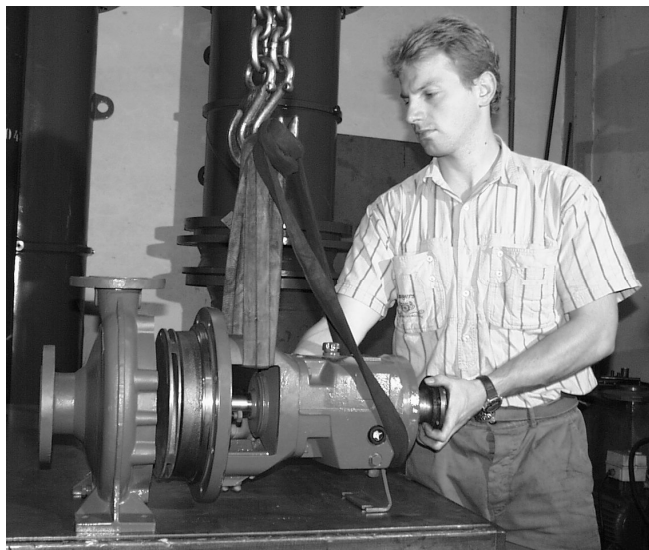

fig. 9
- Destornille las uniones de todas las tuberías de limpieza y refrigeración de agua y drene el aceite lubricante del soporte de cojinete (330) mediante el tapón atornillado (903.51).
- Afloje los tornillos del pie de apoyo (183) y sepárelo del armazón de base.
- Cuelgue el conjunto extraíble en un dispositivo elevador, para que no descienda ni presione el difusor en espiral durante el desmontaje. Vea fig. 9 para recomendaciones de elevación.